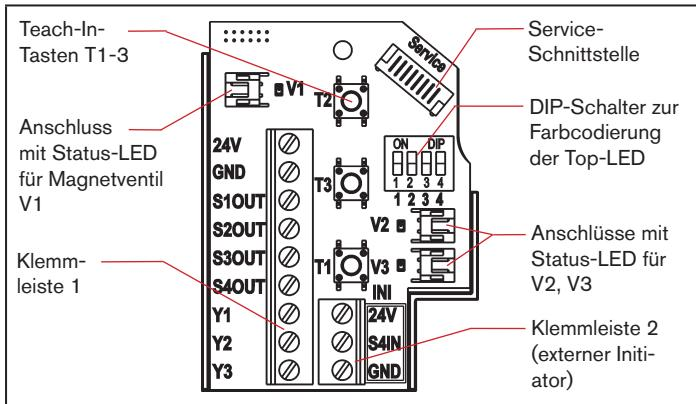

Bild 4: Elektronikmodul (24 V DC)
- Adern entsprechend der im "Bild 4" beschriebenen Anschlussbelegungen an den Klemmleisten fixieren.
Ein **externer Initiator** kann über die 3-fach-Klemmleiste 2 angeschlossen werden (siehe „Bild 4“ bzw. siehe Bedienungsanleitung, Kapitel „Anschluss eines Externen Initiators“).